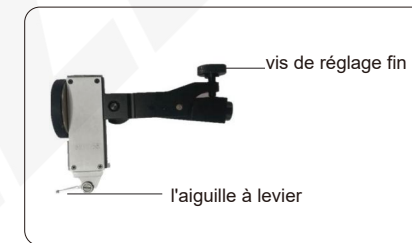

fig.1
- Attention : afin d'éviter toute erreur de mesure due à l'élasticité du réglage fin, l'aiguille du levier et la vis de réglage fin doivent être situées du côté opposé (fig. 1) ;